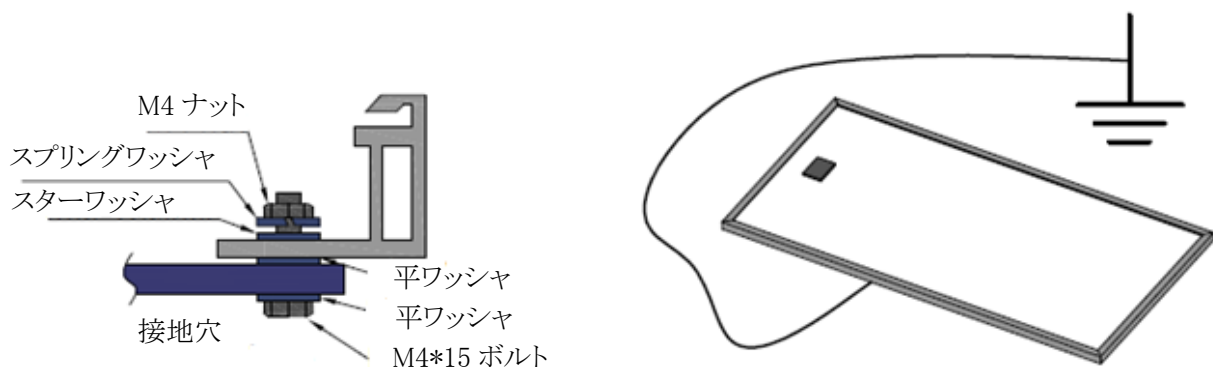

図6: モジュールの接地方法
- e) すべてのモジュールフレームと架台は電気設備技術基準に従って接地してください。モジュールフレームの接地穴と架台を使用し、フレームにアース線を接続してください。アース線とフレームの間にステンレス製のスターワッシャを使用するよう注意してください(図 6 参照)。このワッシャは異種金属同士の接触による腐食を防ぐために使用してください。ネジはしっかり締め付けてください。